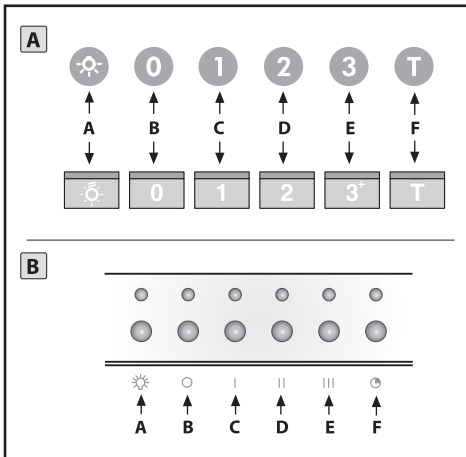

Fig.20
• Betjening-senhed lysende (Fig.20) er følgende tegnforklaring gældende: